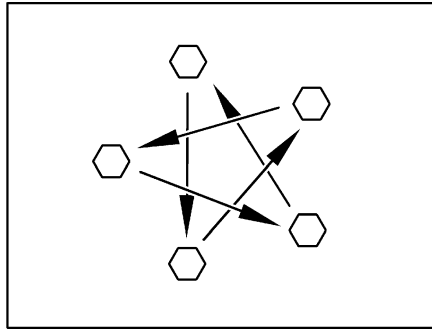

Fig. 374 Serrer en croix les écrous ou les boulons de roue
- Vérifier régulièrement le serrage des écrous ou des boulons de roues. Resserrer alternativement et en croix (Fig. 374) tous les écrous ou les boulons de roue 50 km après le changement d'une roue.
- ▷ Serrer en croix les écrous ou les boulons de roue (Fig. 374).